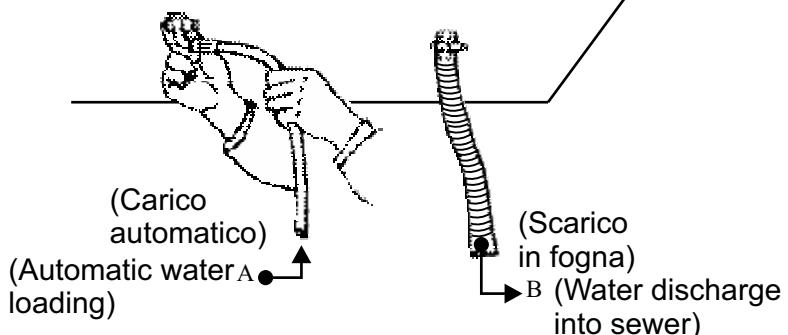

Fig.2
Se si utilizza la cappa non completamente aperta "H1" e poi si dovesse cambiarla di nuovo l'altezza d'apertura in "H2 ...", prima vanno resettati gli attuatori (A)(FIG.2), portando SEMPRE a fine corsa, superiore o inferiore, la cappa. Per evitare eventuali disassamenti fra loro. **IMPORTANTESSIMO**
When using the dome not completely open "H1" and afterwards one changes again the height of the opening like "H2", you have to reset before the lifting motors (motoreducers) (A)(FIG.2) bringing the dome ALWAYS at its upper or lower limit stop. This to avoid any eventual misalignment between the two motoreducers. **VERY IMPORTANT !**
Wenn die Abdeckhaube nicht komplett hochgefahren utilisiert wird "H1" und die Hoehe zwischendurch verstellt wird "H2", muss man Antriebemotore (A) (FIG.2) zurueckstellen (Reset) und die Abdeckhaube IMMER komplett hochfahren oder komplett herunterfahren um Fluchtfehler zu vermeiden.
MUY IMPORTANTE. Si la campana se usa no completamente elevada H1 y en seguida se cambia el nivel de elevación en H2 , hay que reajustar los motores (A)(FIG.2) llevando SIEMPRE la campana, hasta el limite, inferior o superior, para evitar posible desviaciones entre los motores.
Dans le cas où le couvercle n'est pas complètement ouvert « H1 » et vous devez le ouvrir encore en « H2 », avant de faire ça il faut réinitialiser les motoreducteurs (A)(FIG.2) en conduisant TOUJOURS en fin de course vers le haut ou vers le bas, le couvercle.
- 8.** Sostituire il motore e ripristinare tutto nelle stesse posizioni (vedi Fig.2).
8. Replace the motor and refit all components removed (see fig.2)
- 8.** Den Motor ersetzen und alles in der ursprünglichen Position wieder montieren (siehe Abb. 2).